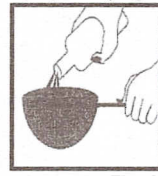

Fig. 8
3. Remplissez le réservoir d'huile avec l'huile en vidant l'huile à travers un tamis ou un filtre en papier. (Fig. 8)